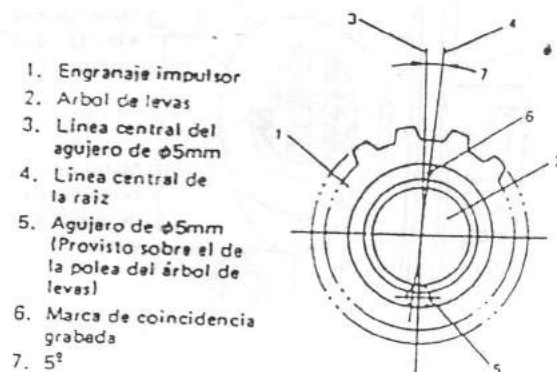

Fig. 8-22
- Antes de desmontar el engranaje Impulsor del árbol de levas, efectúe una marca de coincidencia sobre este eje hasta la línea central de la raíz del engranaje Impulsor como se observa en la Fig. 8-22. Reflérase a esta marca al efectuar el montaje del nuevo engranaje Impulsor.
- Al presionar el nuevo engranaje Impulsor sobre el árbol de levas, asegúrese de posicionarlo en forma angular, como se observa en la Fig. 8-22. (alineee la marca practicada sobre el árbol de levas con el centro de la raíz del engranaje Impulsor).